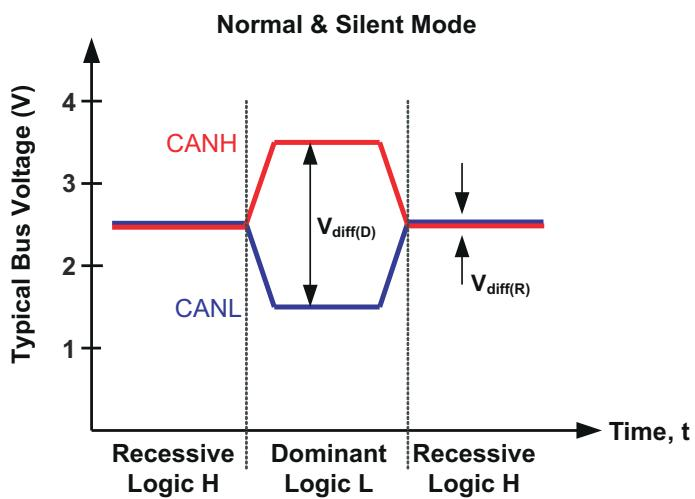
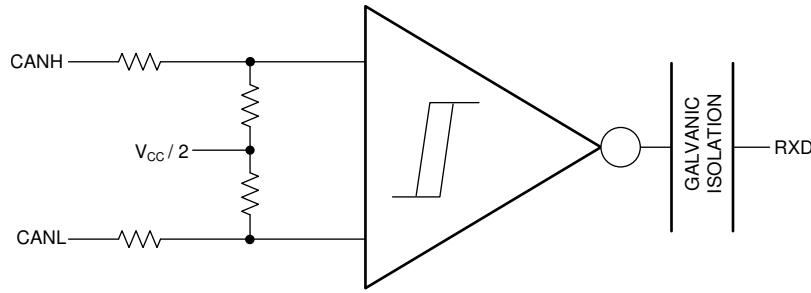

図 8-1. バスの状態 (物理的ピット表現)
図 8-2. リセシシブ同相バイアスとレシーバの概略図
CAN バスには、動作中に「ドミナント」と「リセシティブ」の 2 つの状態があります。ロジック Low に相当するドミナント・バス状態は、ドライバによってバスが差動駆動される場合です。リセシティブ・バス状態は、バスがレシーバの高抵抗の内部入力抵抗を介して  $V_{CC}/2$  のコモン・モードにバイアスされる場合であり、ロジック High に相当します。CAN ノードのホスト・マイクロプロセッサは、TXD ピンを使用してバスを駆動し、RXD ピンでバスからデータを受信します。図 8-1 および 図 8-2 を参照してください。
(1) H = High レベル、L = Low レベル、Z =  $V_{CC} / 2$  への同相 (リセッショブ) バイアス。バスの状態と同相バイアスの情報については、図 8-1 および 図 8-2 を参照してください。